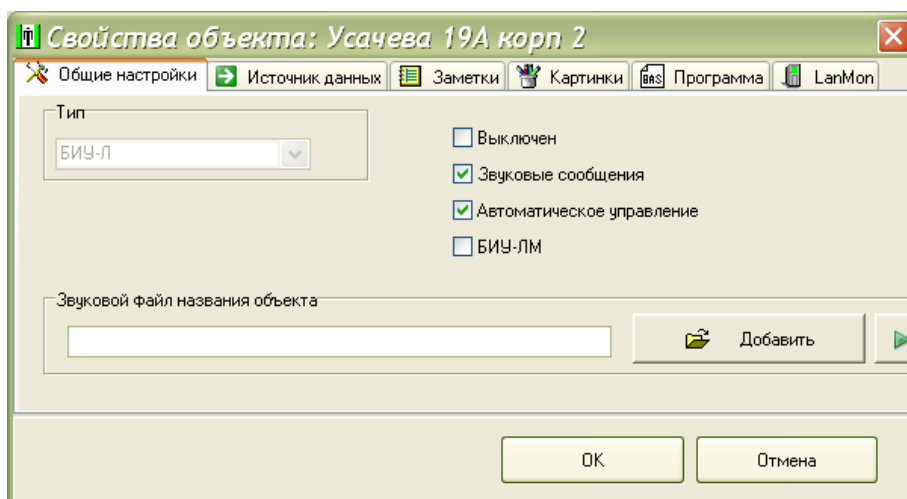

Рисунок 43
2) На вкладке «Общие настройки» установить галочку формирования звуковых сообщений, режим автоматического управления освещением. Снять галочку «Выключен» (рисунок 43).